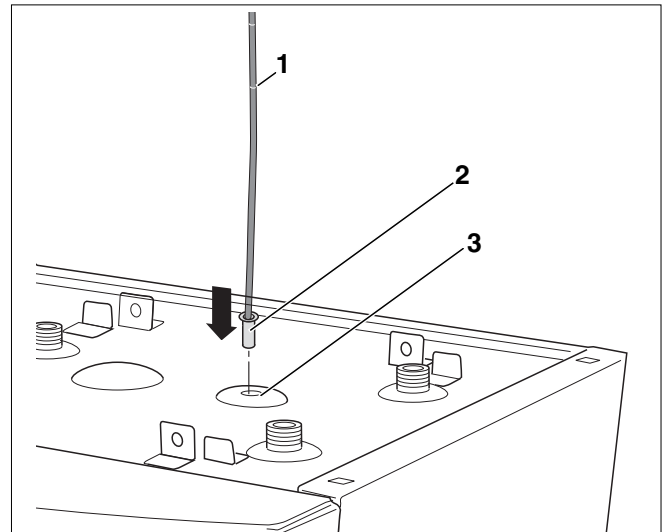

Fig. 10 Monter la sonde de température
- Introduire la sonde de température (fig. 10, **pos. 2**) dans le doigt de gant (fig. 10, **pos. 3**) jusqu'à la butée tout en bas.
La sonde de température doit être enfoncée bien au fond du doigt de gant pour que le marquage (fig. 10, **pos. 1**) du S135 b ème \ iveau } ue æ bord supérieur du doigt de gant.